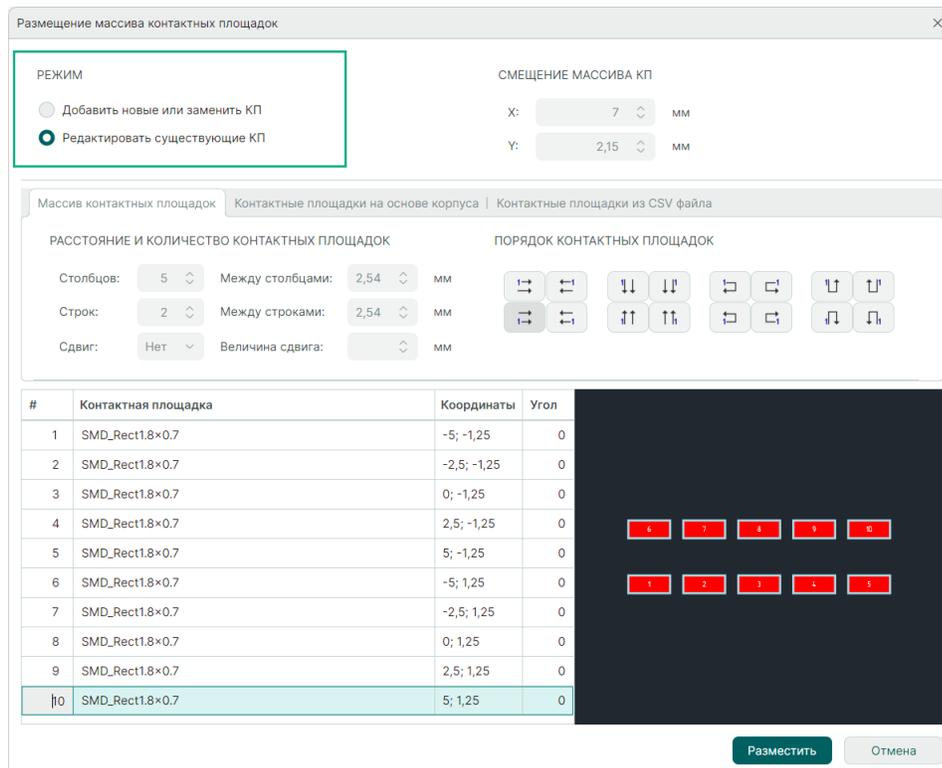

Рис. 126 Переключатель режима для массива контактных площадок
1. Установите режим «Редактировать существующие КП», см. Рис. 126.